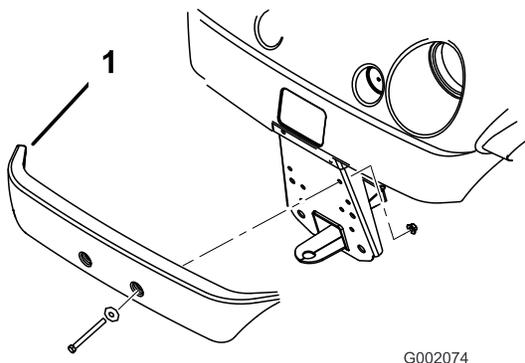

Figure 6
- Alignez les trous de montage et assujettissez le pare-chocs au châssis à l'aide des fixations retirées précédemment (Figure 6).